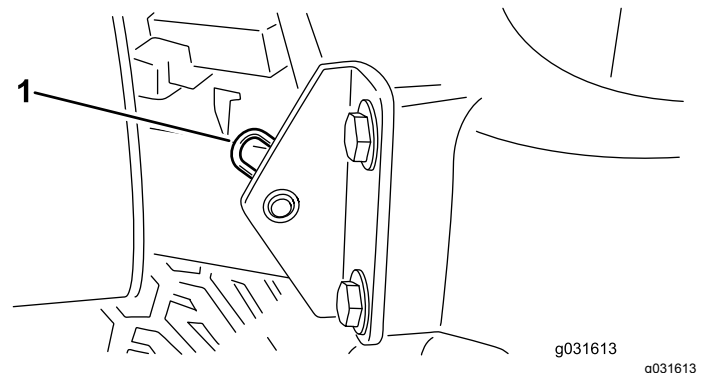

Figura 42
2. Retire el pasador que fija el pivote del capó a los soportes (Figura 42).